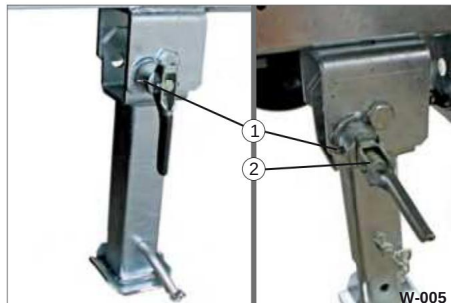

Bild 5 Smörjning av fällbara stöd
- Rengör smörjnipplarna (bild 5/1) med en ren, torr trasa.
- Avlägsna vid behov eventuella orenheter som grässtrån eller grenar från lagerpunkterna (bild 5/2).